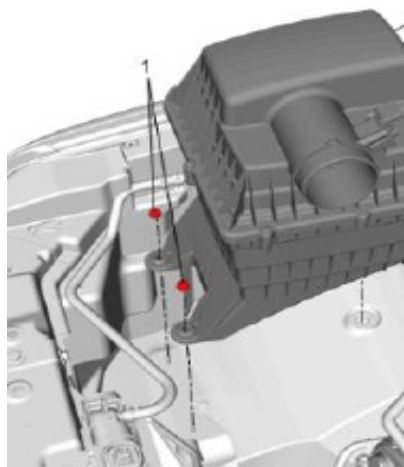

Figura 2
- Retire las dos tuercas que retienen el alojamiento de la caja de aire de fábrica (1 en la figura 2). Retire el alojamiento del vehículo - el alojamiento es sostenido por en pasacables en el alojamiento de la rueda. Jale firmemente para retirar la caja y girar el claxon fuera del orificio en la defensa.